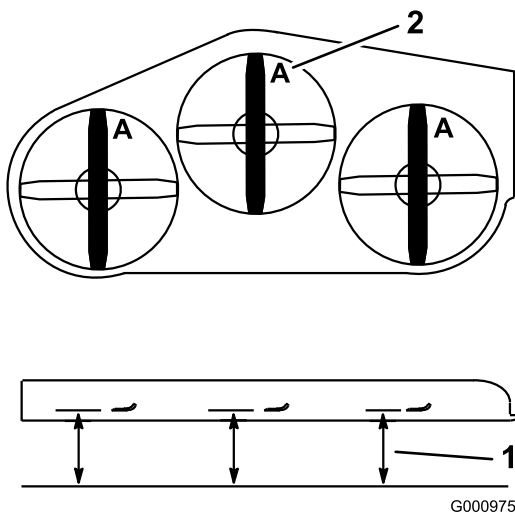
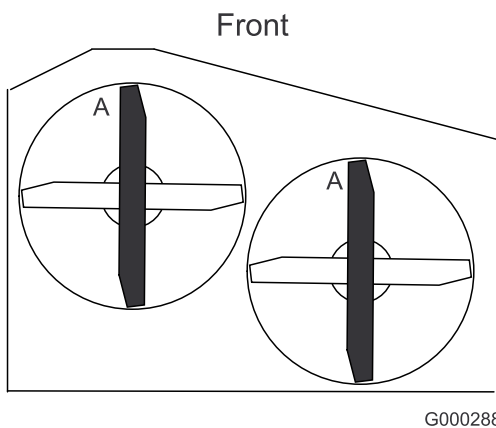

Figura 55
Figura 56
3. Gire las cuchillas hasta que los extremos estén orientados hacia adelante y hacia atrás. Mida desde una superficie nivelada hasta el filo de corte, posición A, de las cuchillas (Figura 55). Anote esta dimensión. Para las plataformas de cortacésped de 36 pulgadas, consulte la Figura 56.